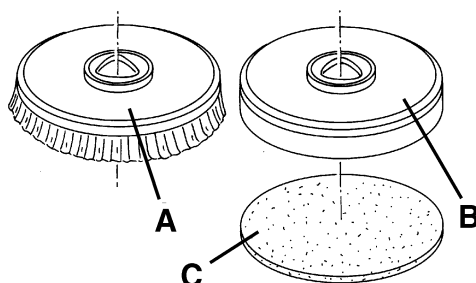

Figure 2
1. Sur la machine équipée de la tête spéciale, et les brosses (A, Fig. 2) et les plateaux support disque (B) avec disques (C) peuvent être installés, en fonction du traitement à effectuer sur le sol.
2. Introduire la clé de contact de la machine (80) et la tourner en position "I".
3. Porter au minimum le régulateur de vitesse (84), en le tournant dans le sens contraire aux aiguilles d'une montre.
4. Positionner les brosses (A) ou le plateaux support disque (B) sous la tête (18).
5. Baisser la tête sur les brosses / plateaux support disque en appuyant sur l'interrupteur (71).
6. Pour accrocher les brosses / plateaux support disque, appuyer sur le panneau de commande (83), puis le relâcher. Si besoin est, répéter la procédure jusqu'à l'accrochage des brosses / plateaux support disque.